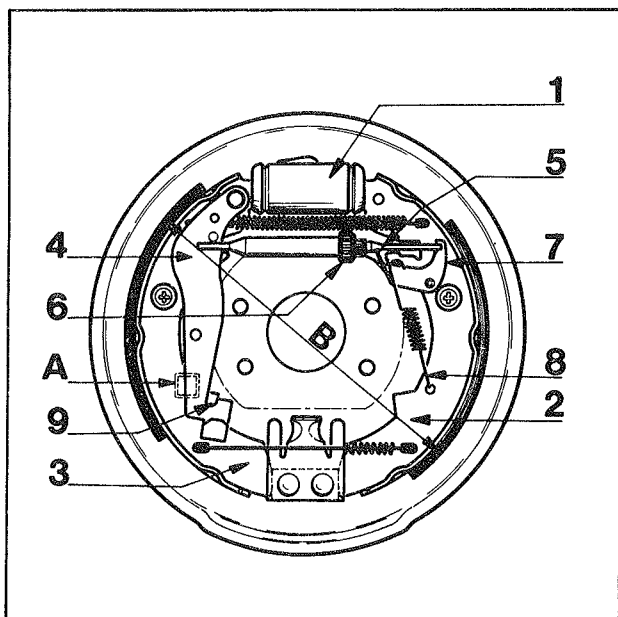

Fig. 1
- Déposer le cache plastique situé au dos du plateau (A fig. 1)
- Pousser à l'aide d'un tournevis le levier de frein à main (4) jusqu'à ce que l'ergot (9) du levier échappe de la mâchoire tendue. (Cette opération est facilitée si l'on détend le câble de frein à main). La biellette d'ajustement se trouve libérée et les segments s'écartent du tambour.
- le diamètre mesuré sur l'extérieur des segments de frein garnis (B fig. 1) doit être compris entre 227 mm mini et 227,9 mm. Si besoin, l'amener dans cette fourchette en agissant sur l'écrou cranté de la biellette de réglage.